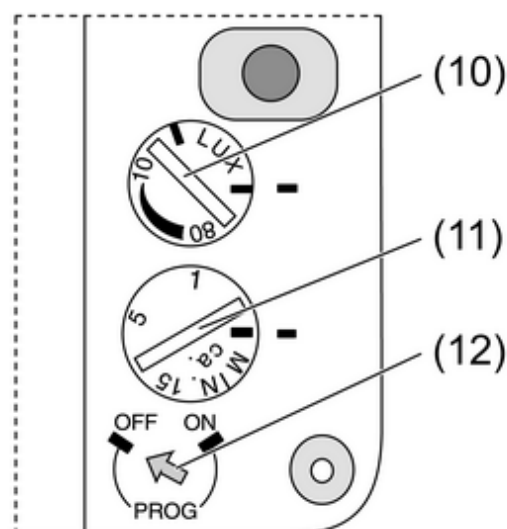

Bild 9: Einsteller
- Helligkeits-Einsteller (10) auf den gewünschten Wert drehen (Bild 9).
- Einschaltdauer-Einsteller (11) auf den gewünschten Wert drehen (Bild 9). Die Einschaltdauer ist von ca. 10 Sekunden bis ca. 15 Minuten einstellbar.
- Drehschalter **PROG** (12) auf **ON** drehen um den Programmiermodus zu aktivieren (Bild 9). Rote LED blinkt.